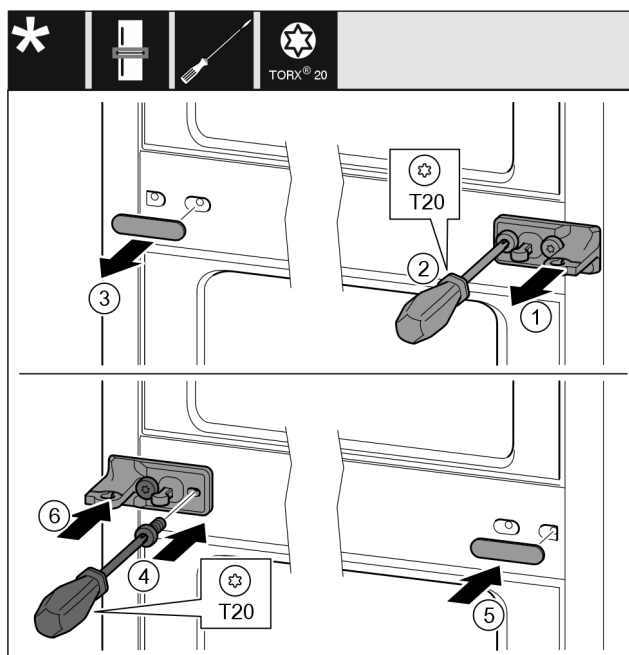

Fig. 12
- ▶ Snemite šipo Fig. 12 (1).
- ▶ Izvijte vijake Fig. 12 (2) z izvijačem.
- ▶ Previdno snemite pokrov Fig. 12 (3).
- ▶ Zategnite ležajni podstavek s folijo Fig. 12 (4), obrnjen za 180°, na drugi strani.
- ▶ Namestite pokrov Fig. 12 (5), obrnjen za 180°, na drugi strani.
- ▶ Nasadite šipo Fig. 12 (6) s sprednje strani.